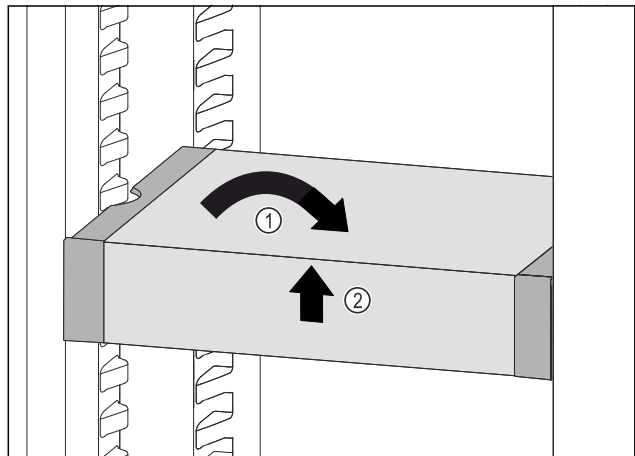

Fig. 37
- ▶ Установите VarioSafe прямо. Fig. 37 (1)
- ▶ Приподнимите VarioSafe спереди. Fig. 37 (2)